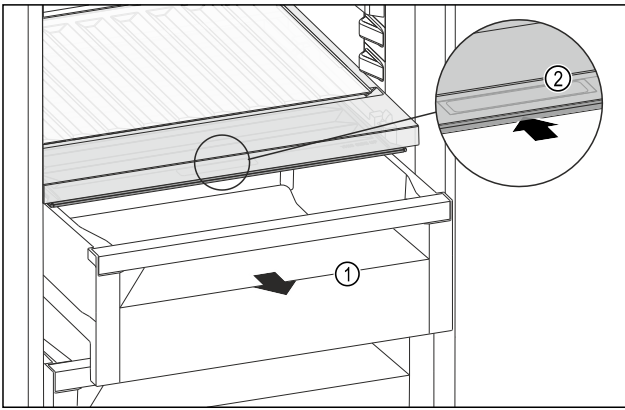

Fig. 109
- ▶ Izvucite ladicu Fig. 109 (1).
- ▶ Primite ručku Fig. 109 (2) na poklopcu pretinca i istodobno povucite poklopac pretinca prema natrag.